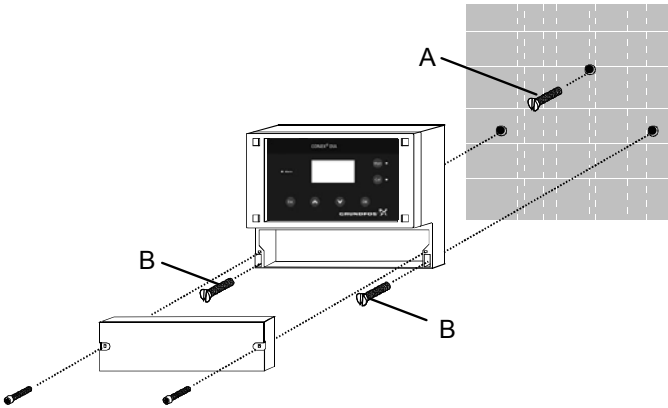

Abb. 7 Montagezeichnung
- Schraube (A) in den oberen mittleren Dübel eindrehen, so dass sie ca. 1 cm übersteht. Siehe Abb. 7.
- Gerät auf Schraube (A) aufsetzen.
- Gerät mit den beiden Schrauben (B) befestigen.